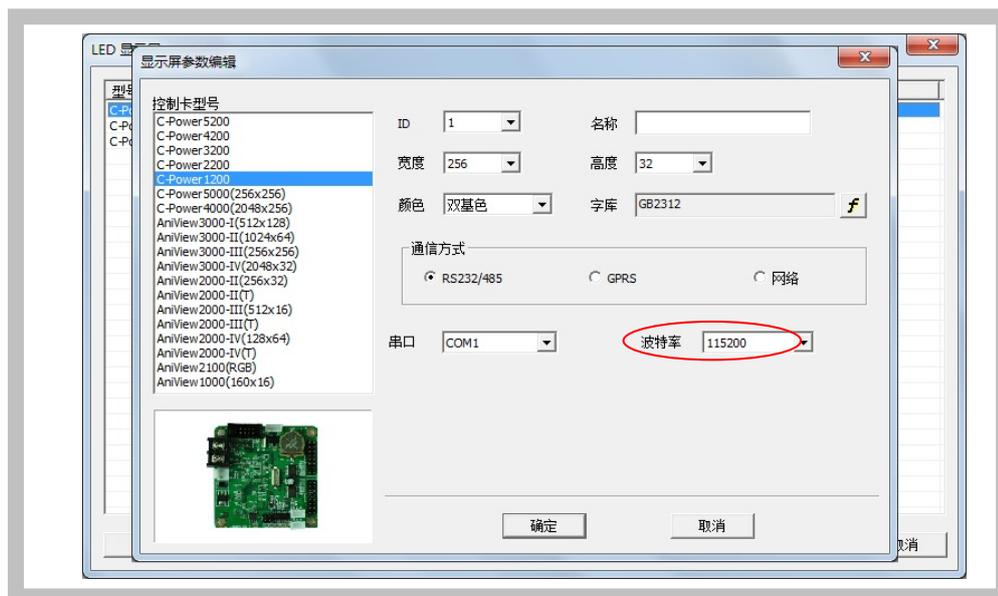

图8 “显示屏参数编辑”对话框，
- 3) 在弹出的权限确认对话框中输入密码(初始密码为“16888”), 弹出“显示屏参数编辑”对话框, 如图8所示。
4) 在图8所示的“显示屏参数编辑”对话框中，根据显示屏控制器的实际硬件的设置情况进行定义